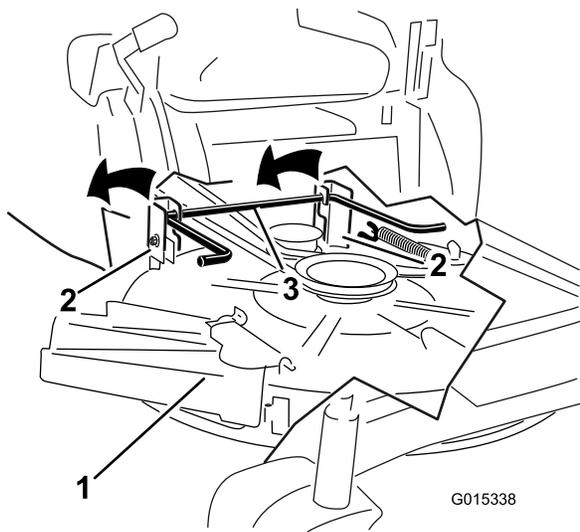

Рисунок 72
7. Поднимите деку газонокосилки и кронштейны подвеса так, чтобы они отсоединились от заднего подъемного стержня, и осторожно опустите газонокосилку на землю (Рисунок 72).
- Поднимите заднюю часть деки газонокосилки и установите кронштейны подвеса поверх заднего подъемного стержня (Рисунок 72).